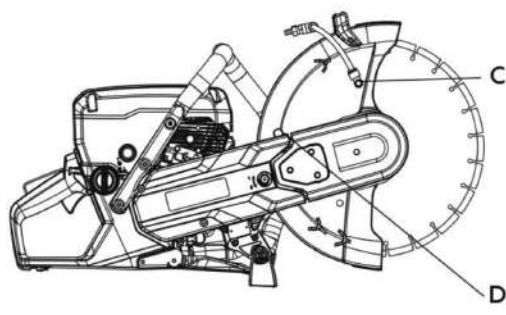

Рис. 11
•Отсоедините штуцера водяного шланга (при наличии системы подачи воды) и рукоятку от кожуха диска (С). Снимите стопор (D) (рис. 11).